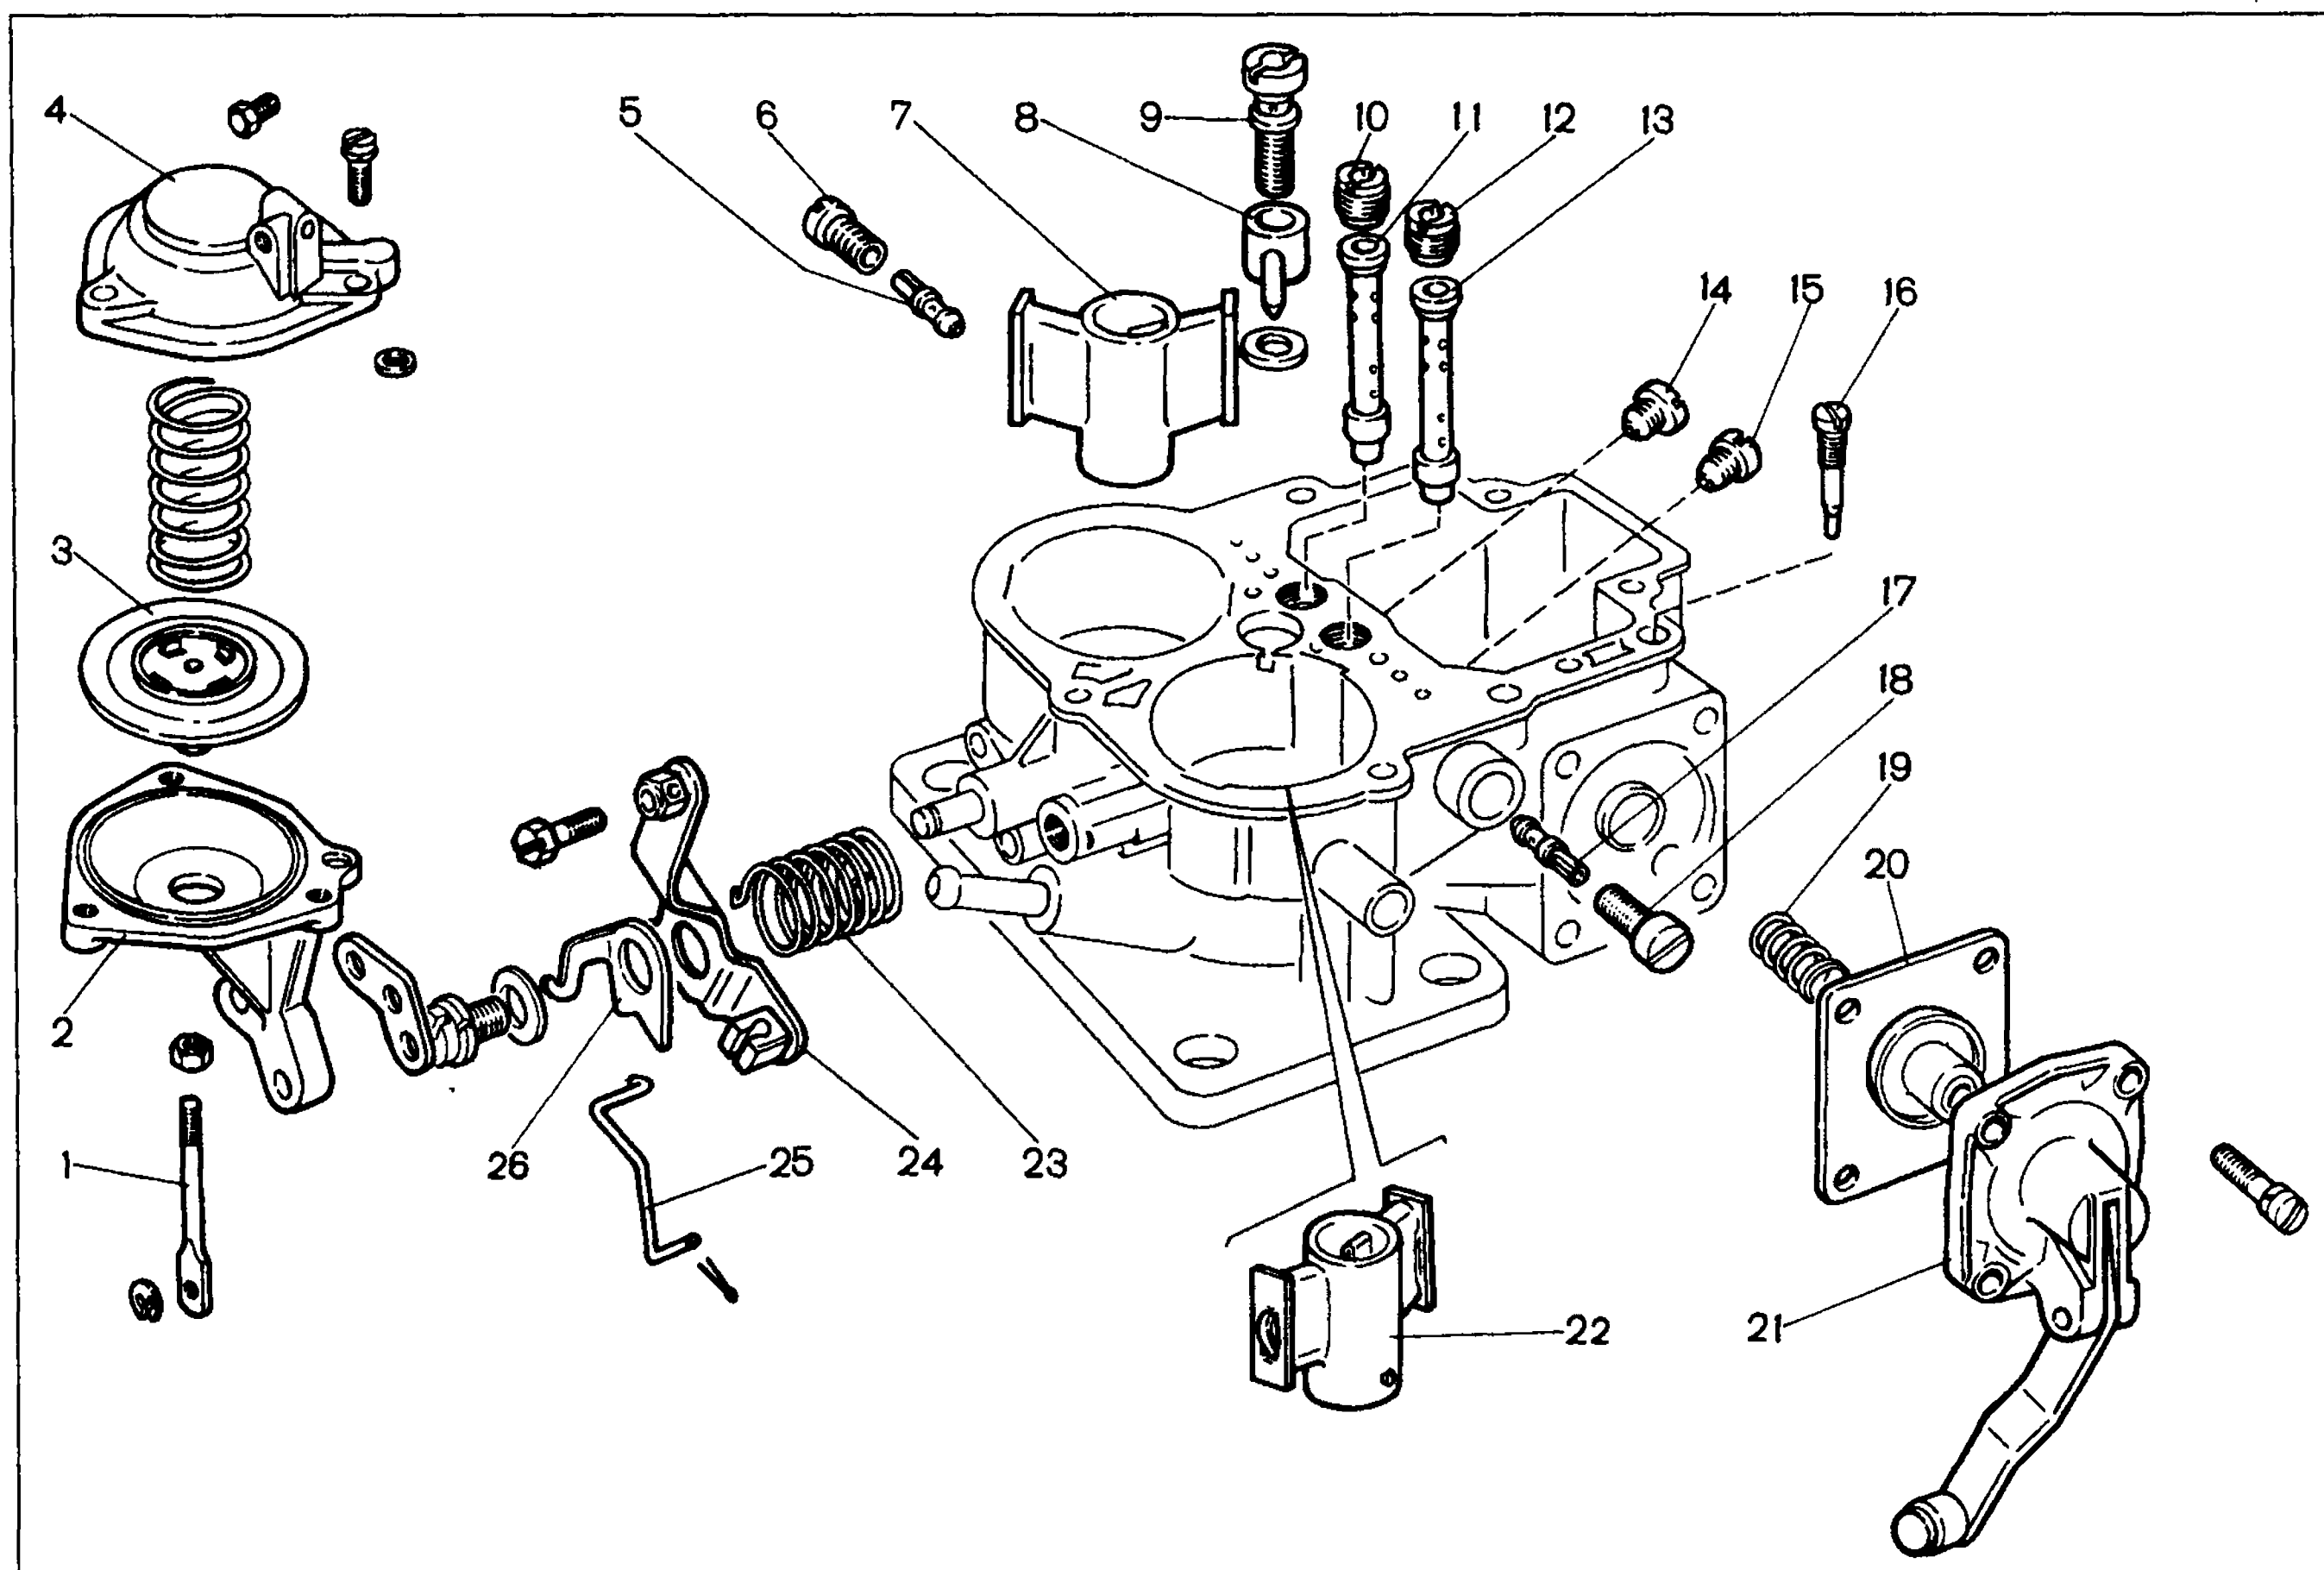

Рис. 2-94. Детали корпуса карбюратора 2107-1107010:
Разберите корпус карбюратора (рис.2-94):
**Ускорительный насос.** Очистите детали насоса, промойте их и продуйте сжатым воздухом. Проверьте легкость перемещения шарика в клапане-винте 9 (рис.2-94) и состояние уплотняемых поверхностей и прокладок.